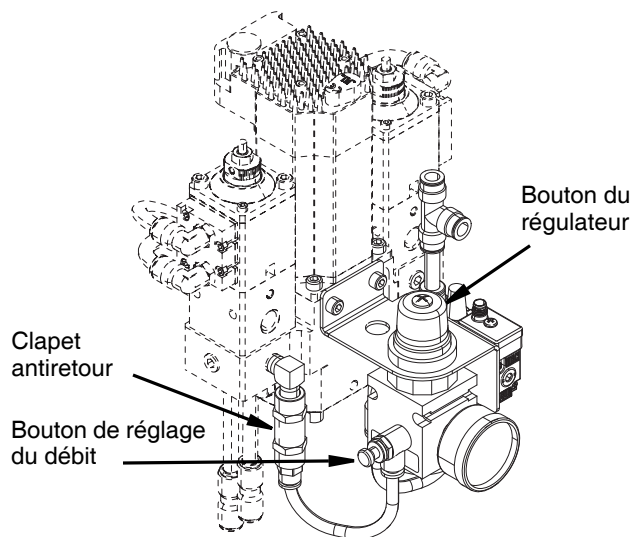

FIG. 17
2. Régler le débit en tournant le bouton de réglage de débit dans le sens horaire pour augmenter le débit ou dans le sens antihoraire pour diminuer le débit. Voir FIG. 17.